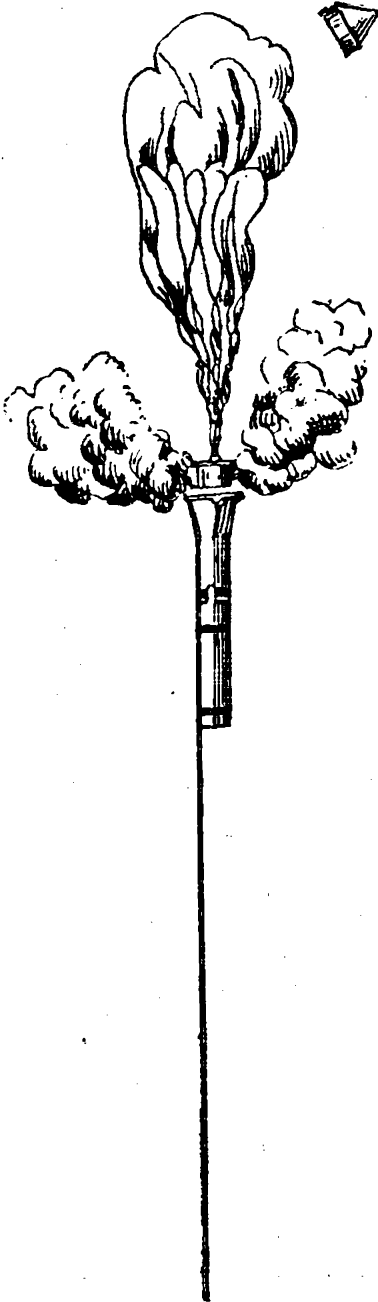

Fig. 31. — Razzo a paracadute.
*Razzi a paracadute.* — I razzi a paracadute (fig. 31 e 32) portano nel cappello alquanto di polvere ed una scatoletta (fig. 33) cilindrica di latta, ripiena di mistura per bengala, sul fondo della quale si lega, mediante una catenella di ferro, il paracadute fatto di sottilissima tela di cotone. Il diametro del paracadute è poco più di 1 m. Sulla sua circonferenza si segnano otto punti equidistanti, ai quali vengono uniti i capi di otto pezzi di filo di spago lunghi 1 m. e grossi 1 mm. Le estremità dei fili si riuniscono nella catenella e questa che dev'essere lunga circa 18 cm., al bengala.